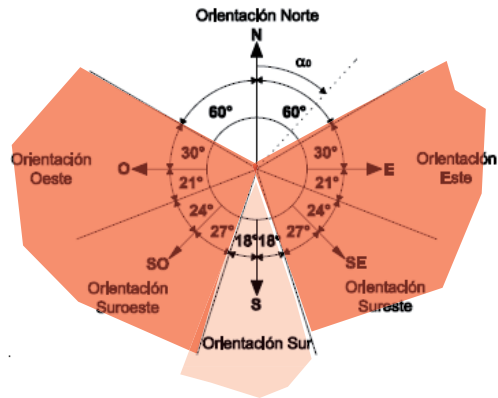

Figura 6. Orientaciones del Ce2 para el cálculo de la demanda de refrigeración debido a las ganancias a través de la superficie acristalada.
4. **Factor solar** de los huecos: El factor solar de los huecos es determinante en zonas climáticas de verano elevadas, zonas A3, B3, C3, D3, A4, B4 y C4. En estas zonas climáticas la reducción del factor solar reduce la demanda de refrigeración del edificio. El Ce2 distingue dos contribuciones del indicador de Eficiencia Energética de demanda de refrigeración debido a las ganancias a través de la superficie acristalada, una en orientación Sur y otra en SE/SO/E/O según se indica en la figura 6.